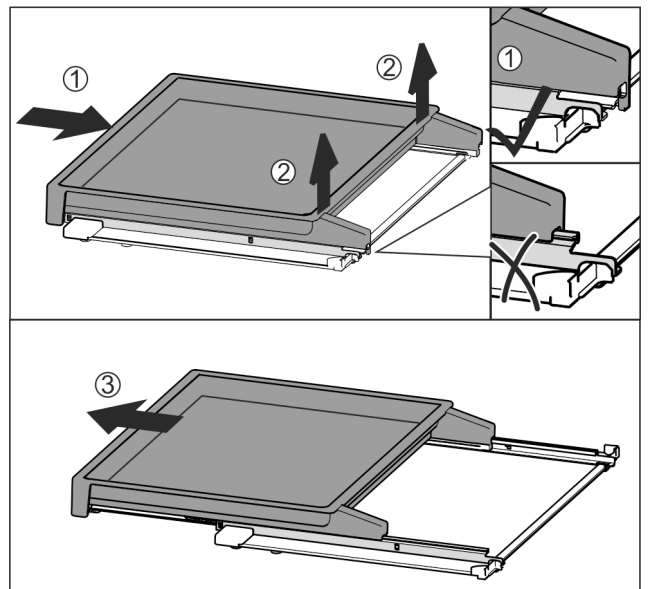

Fig. 108
- ▶ Повністю вставте витяжну панель Fig. 108 (1).
- ▶ Відпустити фіксатор на задній стороні Fig. 108 (2).
- ▶ Потягніть витяжну панель вперед Fig. 108 (3).